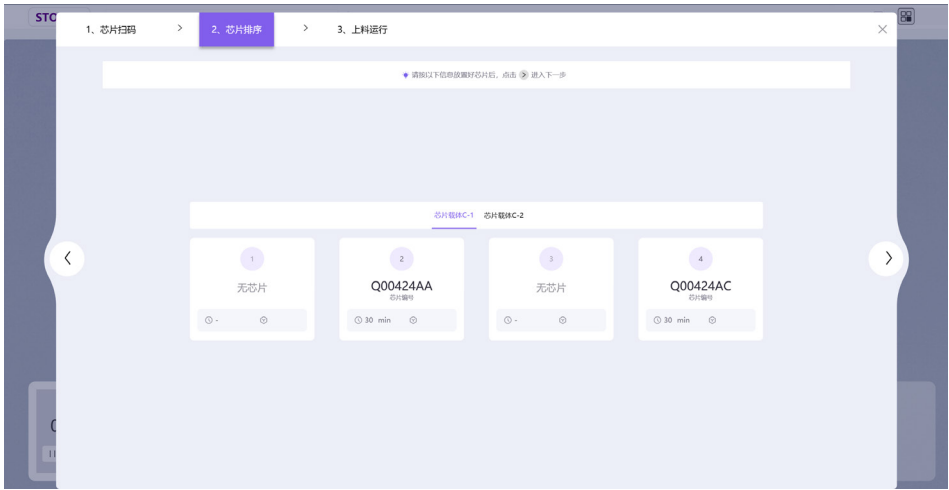

图 3-30 第二个反应模块芯片信息确认界面
- d. 信息录入完毕后，点击下一页，进行图 3-30 所示的页面，再次确认录入信息，确认无误后点击下一步按钮；